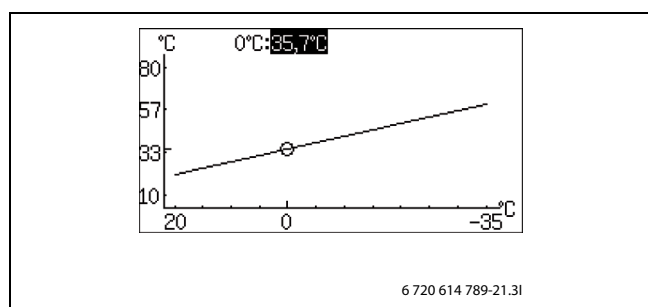

Bild 24
- Vrid ratten när fyrkanten är markerad tills 0 °C är markerad (→ Bild 24).